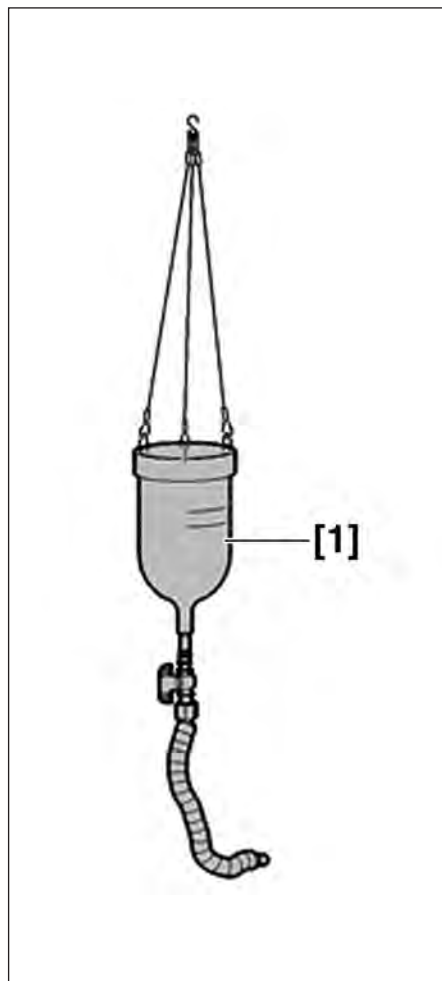

FIG.1
- [1]. Cylindre de remplissage boîte de vitesses mécanique (référence. 0344) (Fig.1)